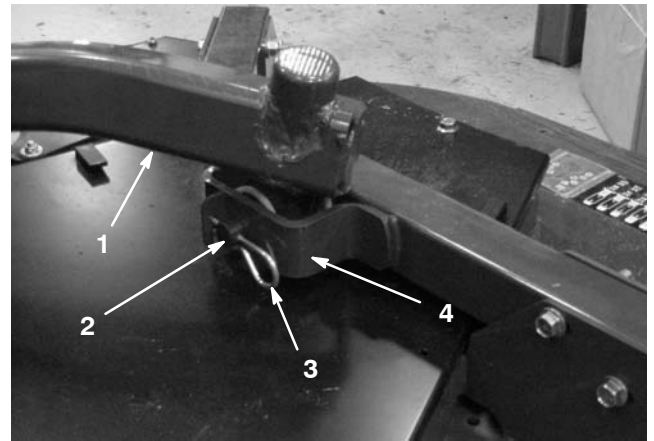

Figure 19
4. Retirez les goupilles fendues et les axes de chape qui fixent les bras de levage aux supports des bras pivotants (Fig. 19).